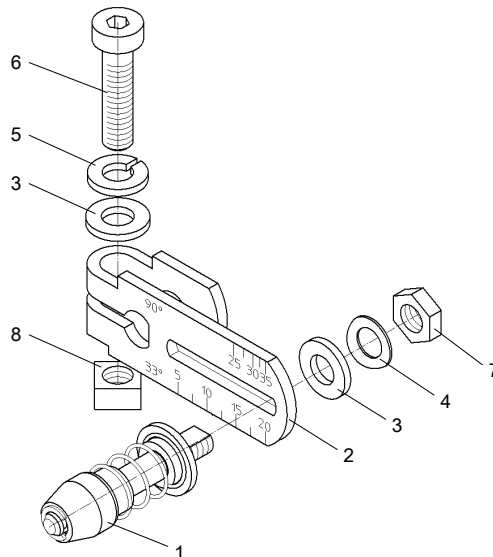

图 9: 安装操作杆
1. 图 9：将预先安装好的操作杆上的销（1）设置为执行机构上给出的行程范围值，或者如果没有可作为刻度值的范围值，则需设置下一个更高的刻度值。若不确定实际的执行机构行程（气动式伺服执行机构通常具有一个备用调节行程），原则上应选择下一个更高的刻度值。销中心必须位于操作杆上的刻度线上。若要在初始化后以 mm 为单位显示调节行程，可在以后进行调试时在参数“3.YWAY”下设置相同值。